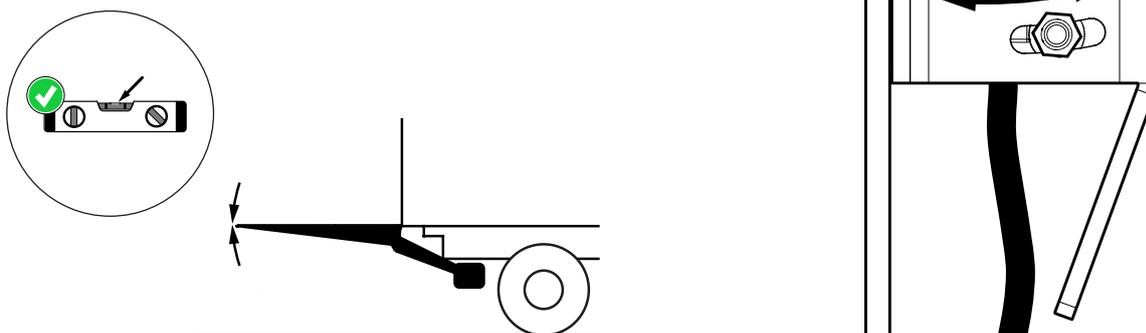

Figure 59. Réglage de l'angle d'inclinaison automatique
1. Desserrez les deux vis sans les dévisser, voir Figure 59.
2. Ajustez la position du capteur angulaire à l'angle souhaité, voir Figure 59.